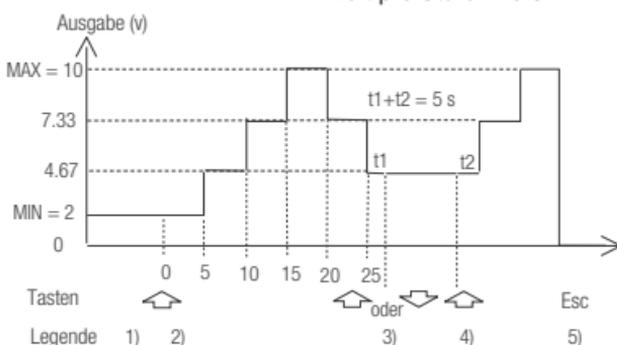

Bild 10 Beispiel eines treppenförmigen Durchlaufes
Nach Wahl des Menüs „INT AUT“ kann eine Intervallzeit pro Stufe im Bereich von 1 Sekunde bis 60 Minuten eingegeben werden und der treppenförmige Durchlauf der Stufen mit den Tasten  $\uparrow$  (3) und  $\downarrow$  (4) gemäß Bild 10 und gestoppt werden.